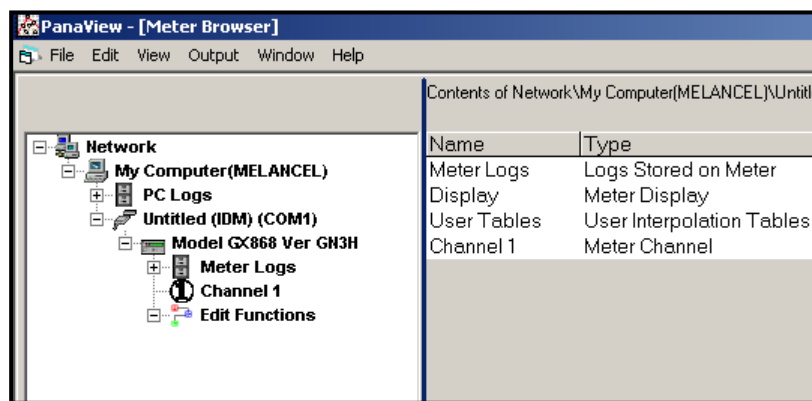

Figura 35: Nuevo explorador del medidor con rama de medidores
3. A continuación, expanda el árbol de medidores como se muestra en Figura 35.